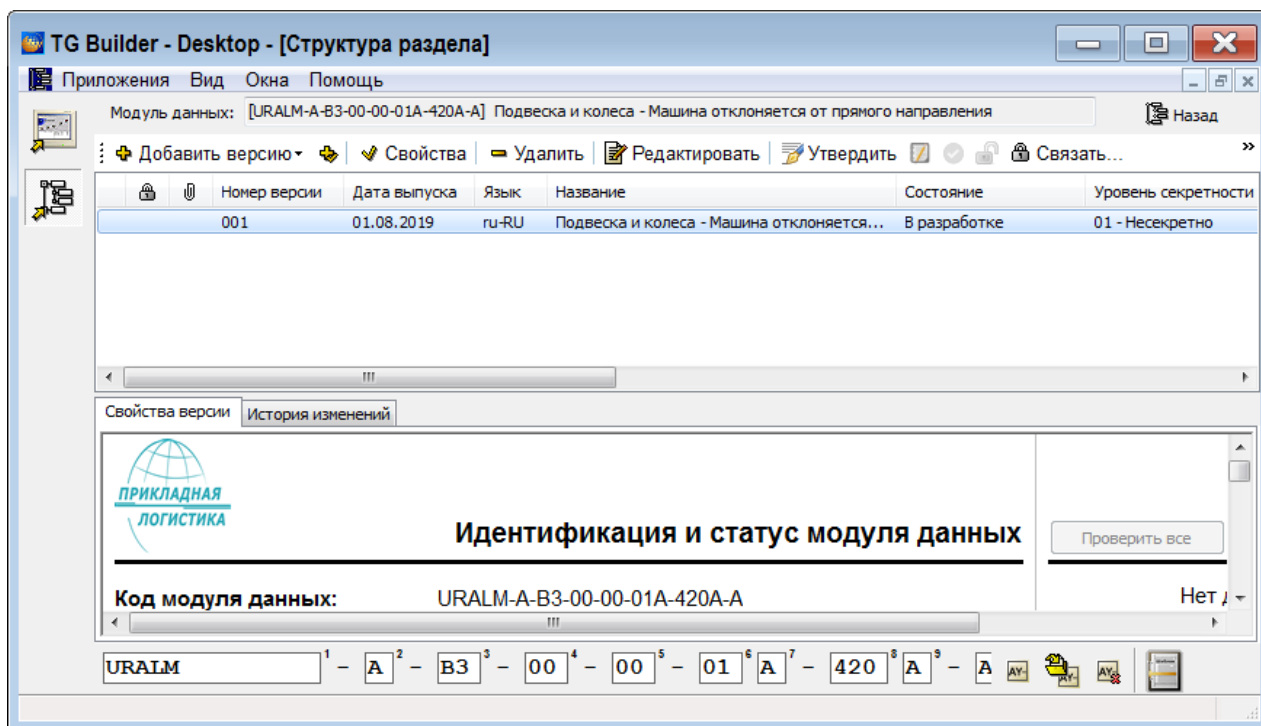

Рисунок 832
- 3) При необходимости введите причину добавления новой версии и отредактируйте параметры версии МД, присвоенные по умолчанию (рисунок 832).